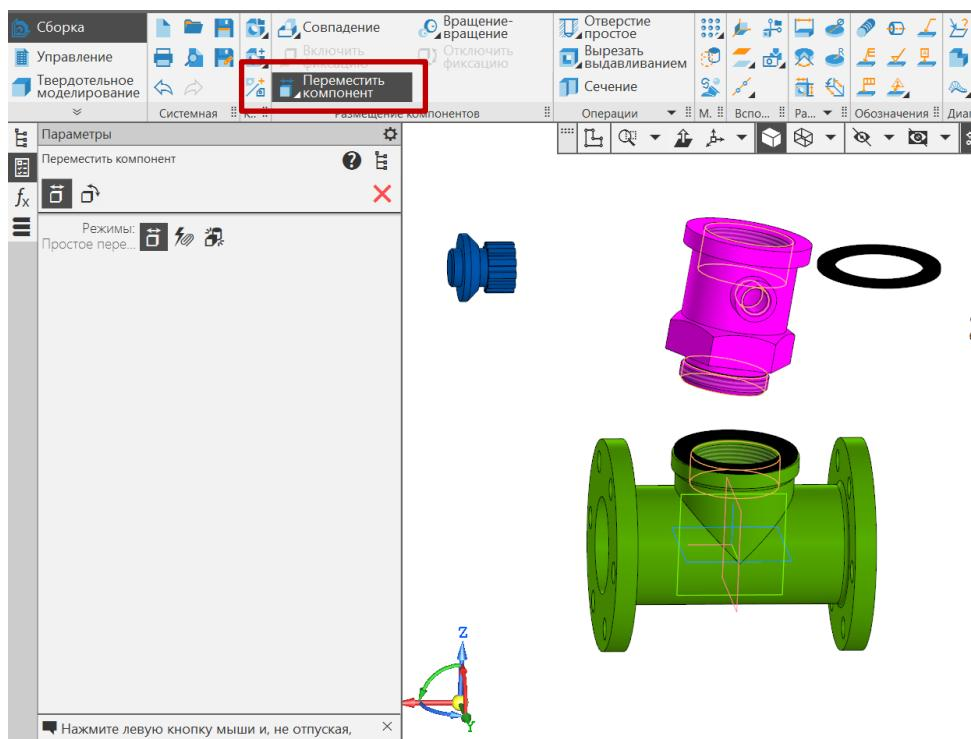

Рис. 14 Изменение положения детали Стакан в пространстве
- Для присоединения к сборке детали **Стакан** надо ее предварительно развернуть и переместить в пространстве с помощью команд «Переместить компонент», «Повернуть компонент» (рис. 14). Для того чтобы определить положение Стакана, нужно создать три сопряжения – **Совпадение**, **Соосность** и **Параллельность**.